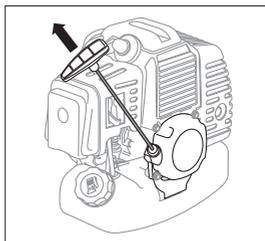

Рис. 11
6. Удерживая триммер, осторожно потяните за пусковую рукоятку, пока она не войдет в зацепление с пусковым механизмом. Затем энергично вытяните шнур на 50-60 см (рис. 11). Во избежание повреждения корпуса стартера, не отпускайте пусковую рукоятку, а аккуратно верните ее в исходное положение. Повторите эти действия 3-5 раз до первой вспышки топлива в двигателе. При этом двигатель не должен запускаться.